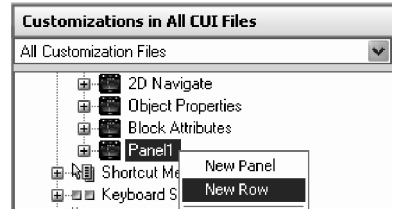

Fig. 5.59 Adăugarea unei noi linii la noul panou
7. Se efectuează clic cu butonul drept al mouse-ului pe numele panoului din partea dreaptă a ferestrei **Customize** și, din meniul afișat se alege **New Row**, ca în Fig. 5.59. Pentru fiecare dintre cele două linii se pot asocia pictograme și nume proprii, la fel ca mai sus.